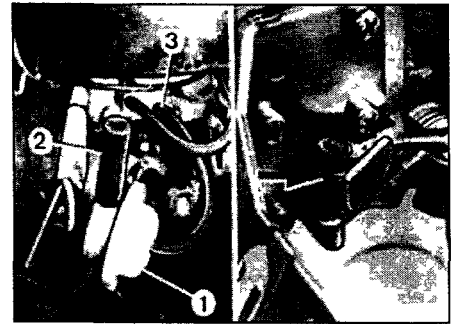

Рис. 5.68 Проверка воздушного клапана "сброс газа"
- 68 Отсоедините шланг от корпуса воздушного фильтра к клапану (рис. 5.68).